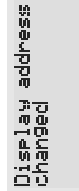

Fig. 4
- Tramite i tasti  $\uparrow$ ,  $\downarrow$  selezionare il valore voluto, e confermare ripremendo il tasto  $\rightarrow$ . Se il valore selezionato è diverso da quello memorizzato precedentemente apparirà la maschera di Fig. 4 e il nuovo valore verrà memorizzato nella memoria permanente del display.
- Use the  $\uparrow$ ,  $\downarrow$  buttons to select the desired value, and confirm by pressing  $\rightarrow$  again. If the value selected is not the same as the one saved previously, the screen shown in Fig. 4 will be displayed, and the new value will be saved to the permanent memory.
- Es. la Fig. 4 rappresenta:
- The example in Fig. 4 represents: